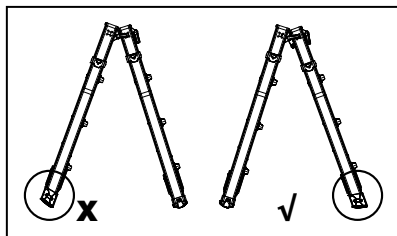
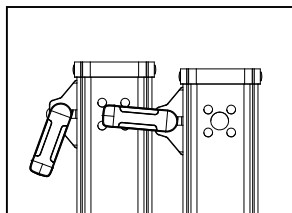

Figura 6
Figura 7
- 3) Utilizando ambas secciones de escalera exteriores restantes, gire 180° la sección trasera. Las patas de la sección delantera deben estar en contacto con la superficie (vea la Figura 6). Inserte los sujetadores "J" de una sección dentro de los orificios adyacentes de la otra sección, según se muestra en la Figura 7.